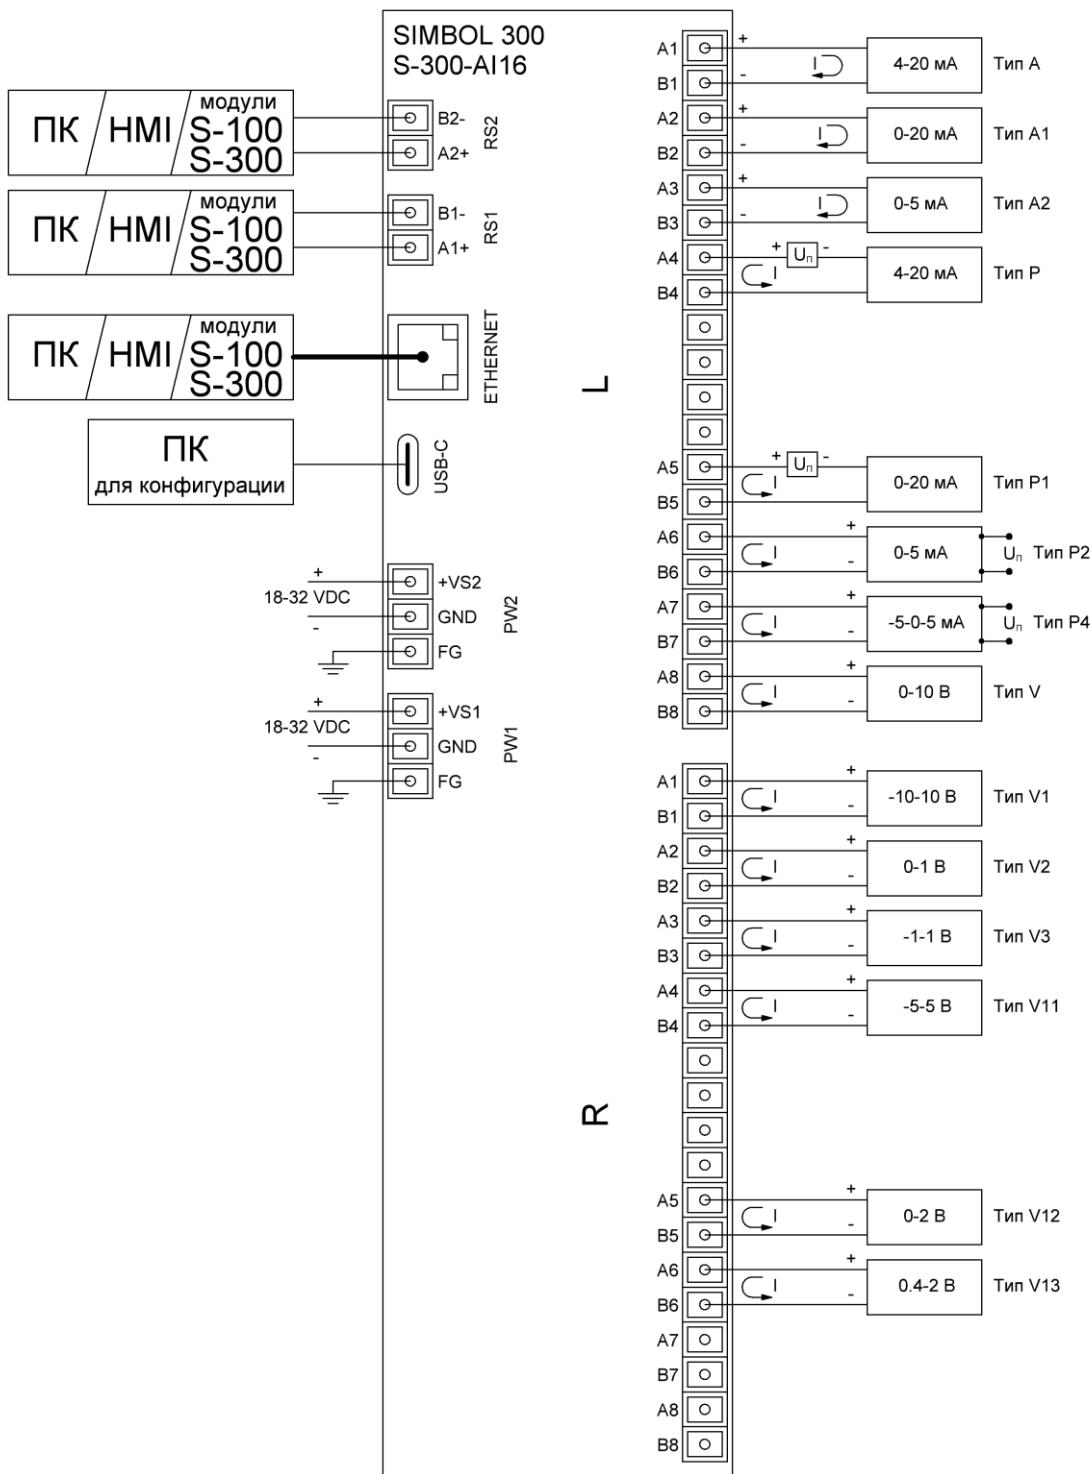

Рисунок 1.5 – Схема подключения модуля S-300-AI16 (S-300-AI8)
1.4.2.1 Для конфигурации модуля может быть использован офисный ПК стандартной комплектации, имеющий порт RS-232, Ethernet или USB. Модуль подключается с помощью преобразователя интерфейса RS-232 в RS-485 (USB в RS-485), интерфейс Ethernet или USB (рисунок 1.5).
2.2.8 Подключить модуль к ПК используя USB, Ethernet или преобразователь интерфейсов (рисунок 1.5).